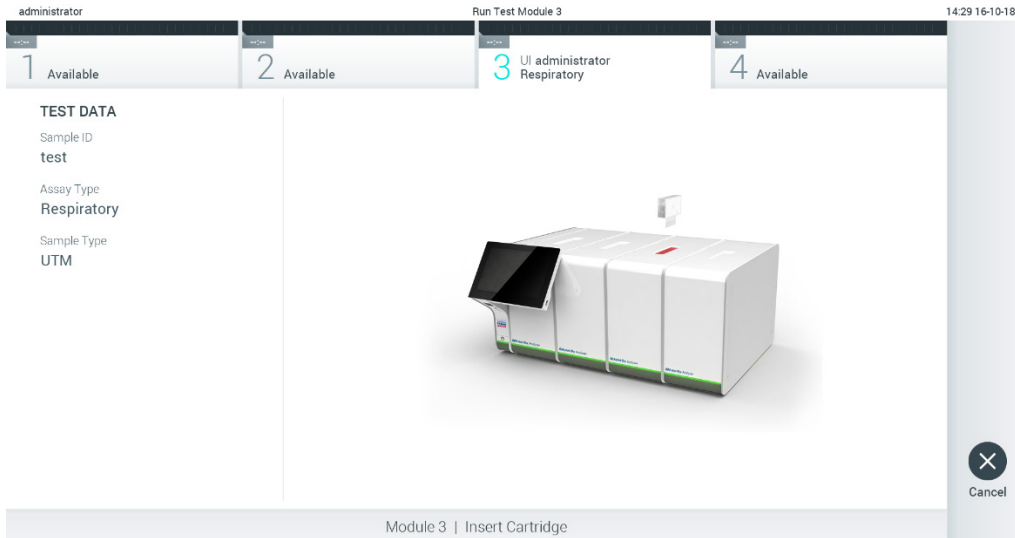

図 27. QIAstat-Dx assay cartridge を QIAstat-Dx Analyzer 1.0 に挿入。
7. QIAstat-Dx assay cartridge のスワブポートとメインポートのサンプル蓋がしっかり閉じてあることを確認します。QIAstat-Dx Analyzer 1.0 の上部のカートリッジ入口ポートが自動的に開いたら、バーコードを左に、反応チャンバーを下に向けて QIAstat-Dx assay cartridge を挿入します (図 27)。